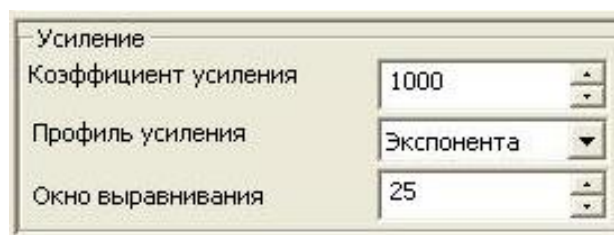

Рис. 3.14 - Параметры усиления в окне «Параметры сканирования»
- **«Коэффициент усиления»** - параметр, который определяет максимальное усиление, применяемое к трассе. Изменяется от 1 до 9999 и может регулироваться как ползунком регулировки усиления (Рис. 3.9), так и изменением числового значения параметра в строке *«Коэффициент усиления»* (Рис. 3.14).